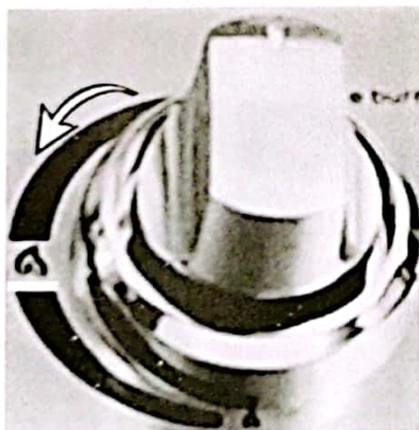

Abb. 13
1. Drücken Sie fest auf den Bedienknopf (Abb. 13) und drehen Sie den Bedienknopf nach links (Abb. 13/Pfeil) auf das Symbol mit der großen Flamme (Abb. 13/Strich). Sie hören den Zündfunken einmal kurz klicken.